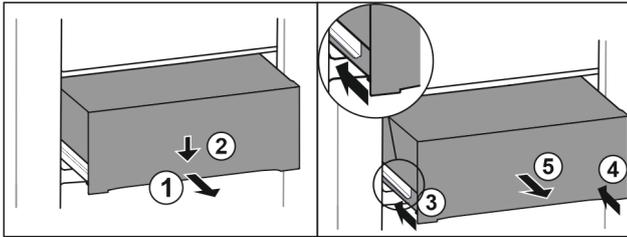

Fig. 100
- ▶ Estrarre il cassetto a metà. Fig. 100 (1)
- ▶ Premere il cassetto sul lato anteriore verso il basso. Fig. 100 (2)
- ▶ Spingere la guida sinistra di circa 2 cm verso l'interno. Fig. 100 (3)
- ▶ Spingere la guida destra di circa 2 cm verso l'interno. Fig. 100 (4)
- ▶ Rimuovere il cassetto tirandolo in avanti. Fig. 100 (5)